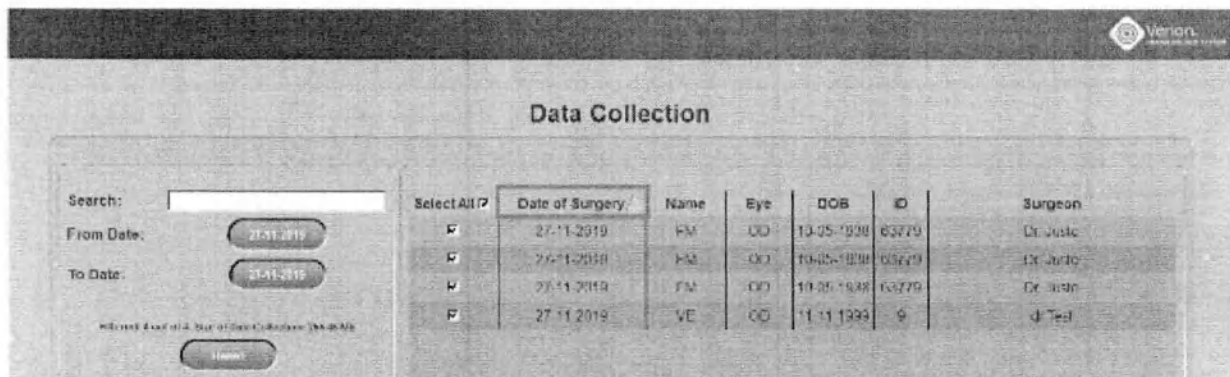

Рисунок 31. Изменение категории и направления сортировки
- Отсортируйте по конкретной категории, нажав заголовок столбца. Категория, сортировка которой выполняется, и направление сортировки (вверх/вниз) обозначается стрелкой (Рисунок 31).